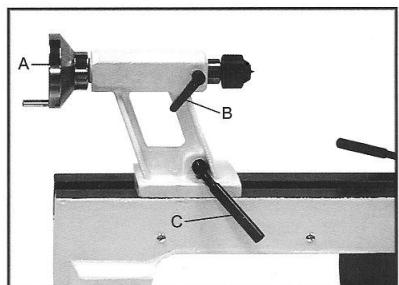

Рис. 10
Поверните маховик (A, Рис. 10) по часовой стрелке, чтобы выдвинуть пиноль задней бабки вперед. Заблокируйте пиноль с помощью ручки (B).
Рукоятка (C, Рис. 10) фиксирует положение задней бабки на станине.